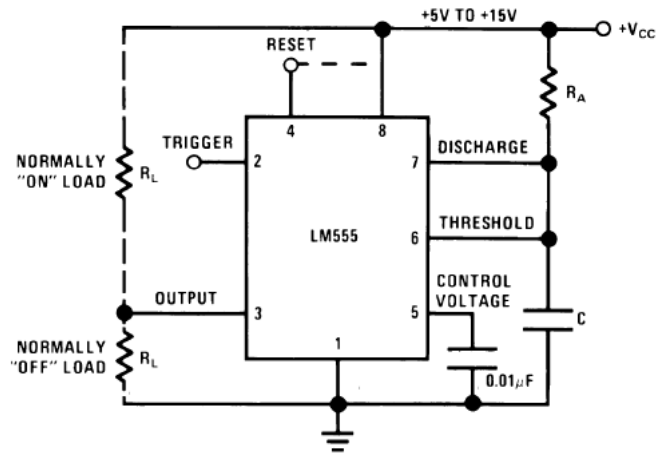

Figura 88: LM555: monoestável (temporizador)
A Figura 88 apresenta o circuito para operação em modo monoestável. Neste modo, o LM555 funciona como um *one-shot*. A aplicação de um pulso descendente menor que  $1/3V_{CC}$  no pino 2 (*trigger*) habilita a geração de um pulso na saída do CI (pino 3) com tensão igual a  $V_{CC}$ . O tempo de duração deste pulso pode ser calculado utilizando a Equação 9.
- Modifique o circuito para funcionar como temporizador (ver Figura 88) . Considere  $R_A = 100k\Omega$  e  $C = 100\mu F$  e observe o funcionamento.